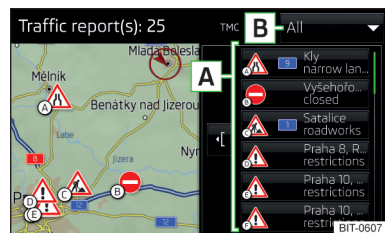

Fig. 226
En la lista de los boletines de tráfico, así como en el mapa se realiza la visualización de máximo 6 avisos, los cuales están previstos con una letra y el símbolo de una obstrucción del tráfico (p.ej. , , ) » fig. 226.
► **Si se realiza una guía al destino** - después de pulsar la superficie funcional **B** » fig. 226 pueden seleccionarse **Todos** los boletines de tráfico, o pulsando la superficie funcional **Ruta**, sólo los boletines de tráfico que existen en la ruta, en el menú visualizado.